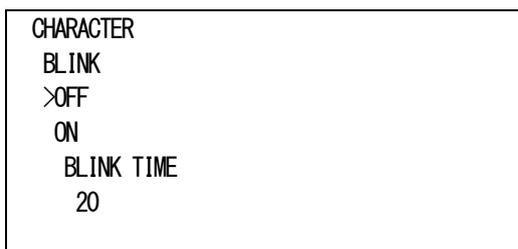

図4-29 オンスクリーンメニュー(BLINK例)
- 1) CHARACTERメニューで「BLINK[BLNK]」を選択し、**ENTER**ボタンを押すと図4-29のような設定メニューが表示されます。